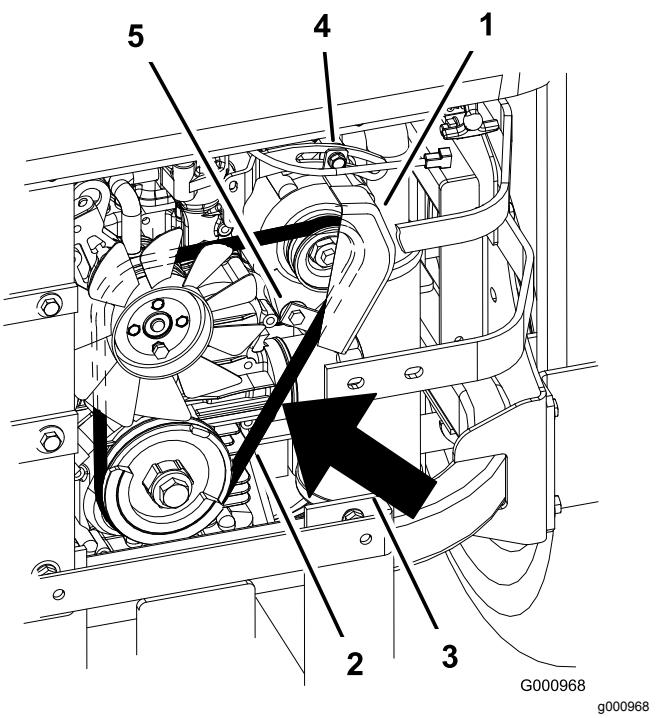

Figure 80
- 7. Desserrez le boulon inférieur et retirez le boulon de fixation supérieur de l'alternateur et du couvercle (Figure 80).
- 9. Installez une courroie neuve autour des poulies et de l'alternateur (Figure 80).
14. Serrez le boulon inférieur et vissez le boulon de fixation supérieur de l'alternateur et du couvercle (Figure 80).
2. Réglez l'alternateur vers l'extérieur jusqu'à ce que la courroie présente une flèche de 7 à 9 mm ($\frac{1}{4}$ à $11/32$ po) quand une force de 10 kg (22,1 lb) est exercée entre les poulies du moteur et de l'alternateur (Figure 80).
5. Si la flèche est correcte, serrez les boulons inférieur et supérieur (Figure 80).